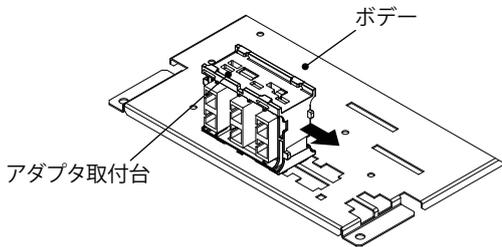

図 1
1. アダプタ取付台を矢印の方向にスライドしてください。(図 1)
2. アダプタ取付台を、図 1 の矢印と逆方向へ「カチッ」と音がするまでスライドさせてください。(突起 A が穴 A にはまり込みます。)